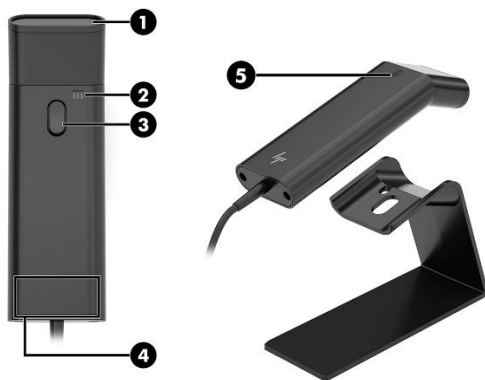

図1-1
1. トリガー（図1-1を参照してください）を押したままにすると、スキャナーは赤色の照準LED光を照射します。